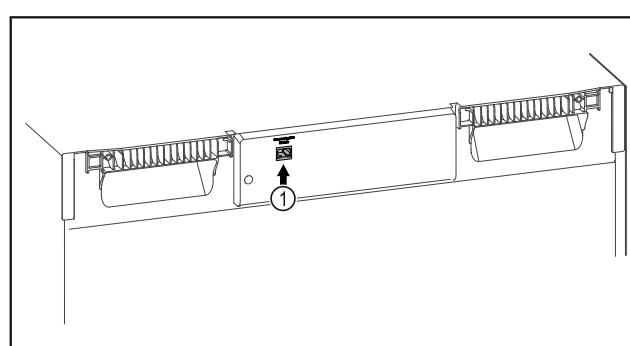

Fig. 103
- Το SmartModule Fig. 103 (1) χρησιμοποιείται.